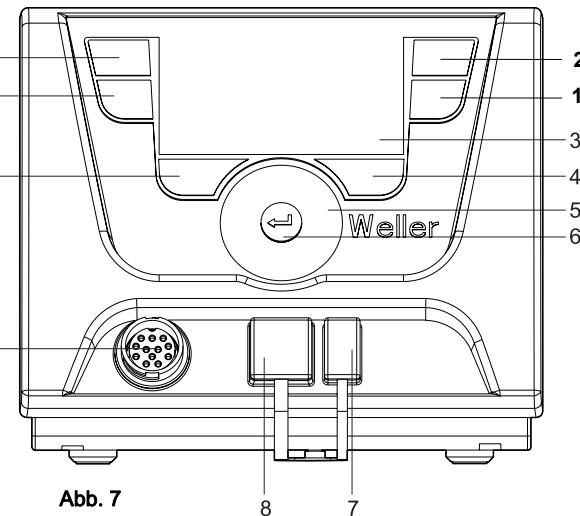
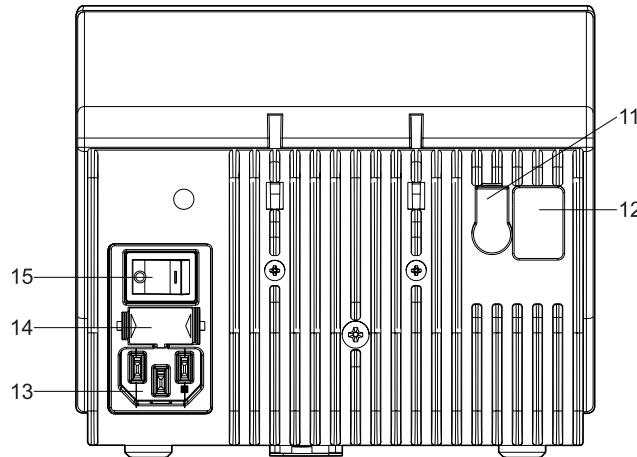

Abb. 7
Abb. 8
Beachten Sie die Übersichtabbildungen (Abb. 7 / Abb. 8, Seite 10).
*) siehe auch Übersichtsabbildungen (Abb. 7 / Abb. 8, Seite 10).